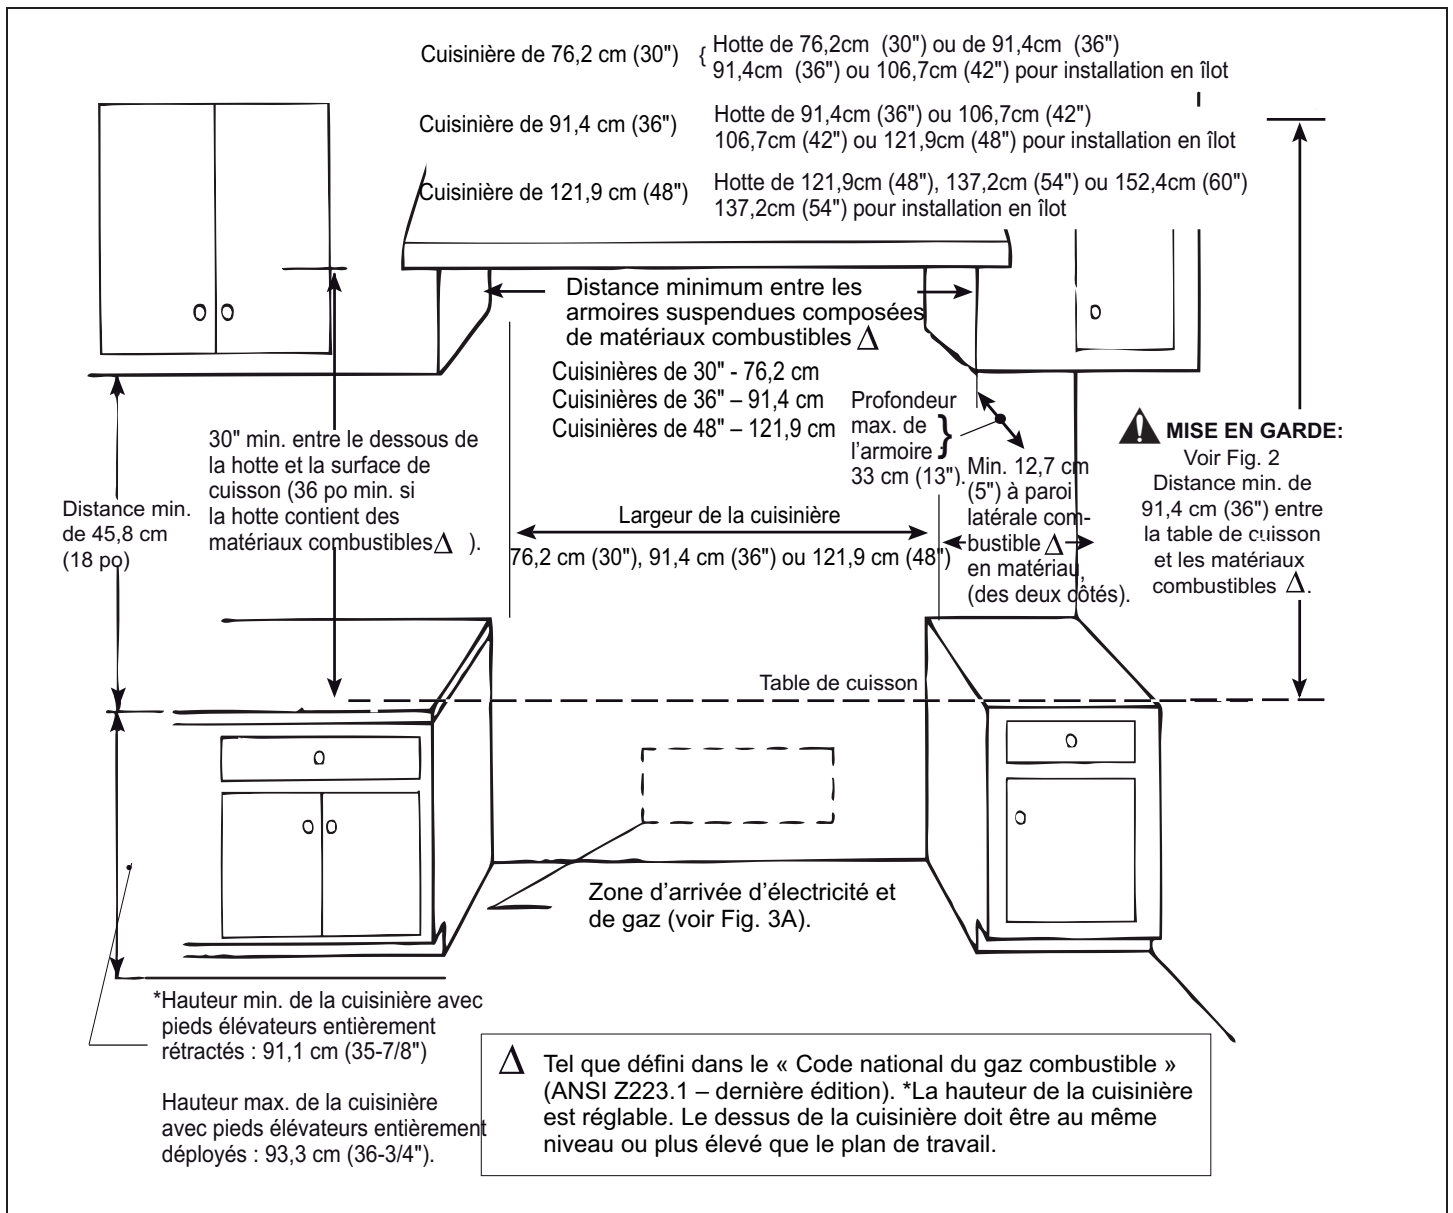

Figure 1 : Espace libre des armoires
- Pour une meilleure élimination de la fumée, le bord inférieur de la hotte doit être placé à une distance de 76,2 cm (30 po) au-dessus de la table de cuisson. Consultez la Figure 1.
1. La cuisinière est un appareil monobloc. Si elle est placée au milieu des armoires, les espaces libres requis sont indiqués à la Figure 1. Les mêmes dégagements s'appliquent aux installations en îlot, excepté pour les armoires suspendues, qui doivent laisser un espace suffisamment grand pour poser la hotte d'îlot évasée, comme le montre la Figure 1.